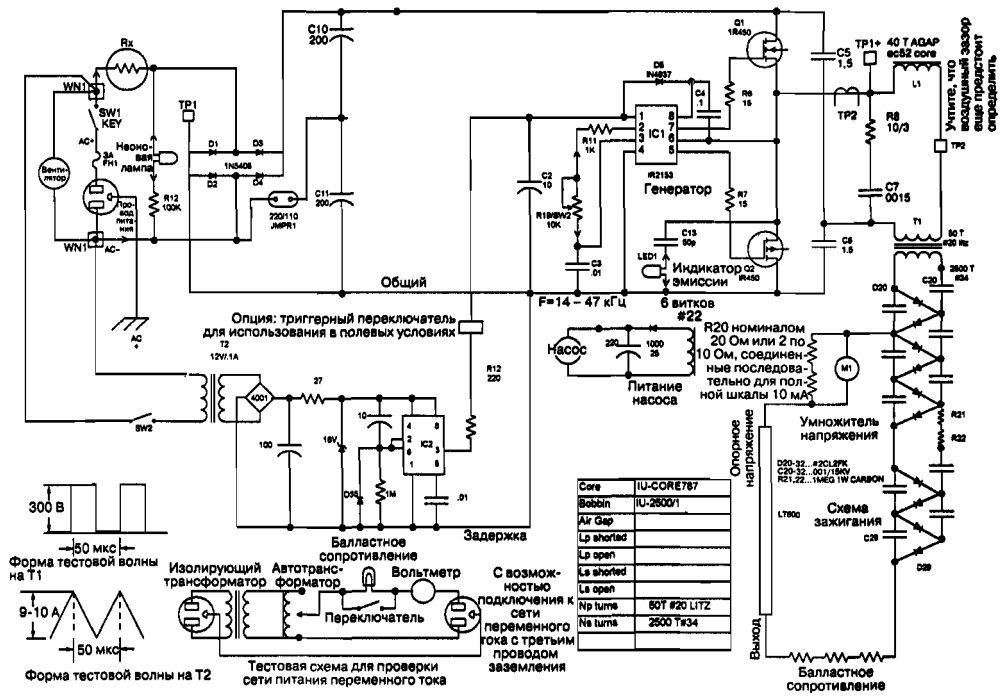

Рис. 8.3. Принципиальная схема лазера
Как показано на рис. 8.3, переключатель SW1 подает питание в первичную цепь схемы и на охлаждающий вентилятор FAN. Плавкий предохранитель FH1/FS1 защищает основную цепь от перенапряжения. Индикаторная неоновая лампа NEON предназначена для индикации включения первичной цепи схемы. Последовательно с ней включен токоограничивающий резистор R12, и лампа загорается, когда включается SW1. Пиковый ток заряда конденсаторов C10 и C11 ограничивается резистором RX. Конденсаторы C10 и C11 сглаживают пульсации выпрямленного напряжения с выхода выпрямителя на полупроводниковых диодах D1, D2, D3, D4, собранного по мостовой схеме для случая работы с сетью 220 В переменного тока. При сети 115 В переменного тока используются только диоды D1 и D3 и перемычка JMPR1, которая закорачивает диоды D2 и D4, то есть исключает их из работы, образуя схему удвоения напряжения. Выходное напряжение конденсаторов C10, C11 является напряжением постоянного тока 300 В и имеет 2 вывода: положительный и отрицательный полюс. Напряжение 300 В необходимо для питания двухтактной схемы на металл-оксидных полевых транзисторах Q1 и Q2 (MOSFET).
который подает питание на понижающий трансформатор Т2. Гасящий резистор R28 и стабилитрон Z1 защищают, в свою очередь, выход 12 В постоянного тока от перенапряжения. Таймер IC2 управляет работой задающего генератора IC1, который вырабатывает частоту 20 кГц с периодом повторения 50 мкс (см. рис. 8.3) для управления двухтактным ключевым каскадом на Q1 и Q2, нагруженным на первичную обмотку трансформатора Т1. Таймер IC2 в данной схеме работает не как генератор, а является моностабильным переключателем с задержкой, определяемой постоянной времени конденсатора C31 и резистора R27. Задержка при показанных номиналах элементов составляет 10 с и необходима для того, чтобы устройство питания отвечало требованиям Бюро радио и здоровья (Bureau of Radio and Health, BRH) по уровню помех в цепи питания1. Таким образом, контролируется высокое напряжение, поскольку IC2 подает питание на генератор IC1. Конденсатор C2 обеспечивает высокое мгновенное значение тока для выходных импульсов и должен располагаться физически близко к IC1.
2. Соберите печатную плату источника питания, как показано на рис. 8.5. В данном проекте используется готовая печатная плата РСВ, которую можно приобрести через [www.amazing1.com](http://www.amazing1.com). Более опытные конструкторы могут при желании изготовить собственную печатную плату или использовать макетную плату. При этом необходимо обратить особое внимание на широкие дорожки печатной платы по ее краям, поскольку они показывают цепь питания и поэтому потребуют использования в макетной плате провода большего сечения шины – #18. Маркировка на плате РСВ включает и несуществующие для данной схемы, но используемые в других схемах надписи, обозначающие места расположения элементов. В данном проекте используются только те элементы, которые показаны на схеме (см. рис. 8.3) и перечислены в спецификации в конце главы. Поэтому проявляйте аккуратность в установке компонентов схемы источника питания лазера на плате РСВ.